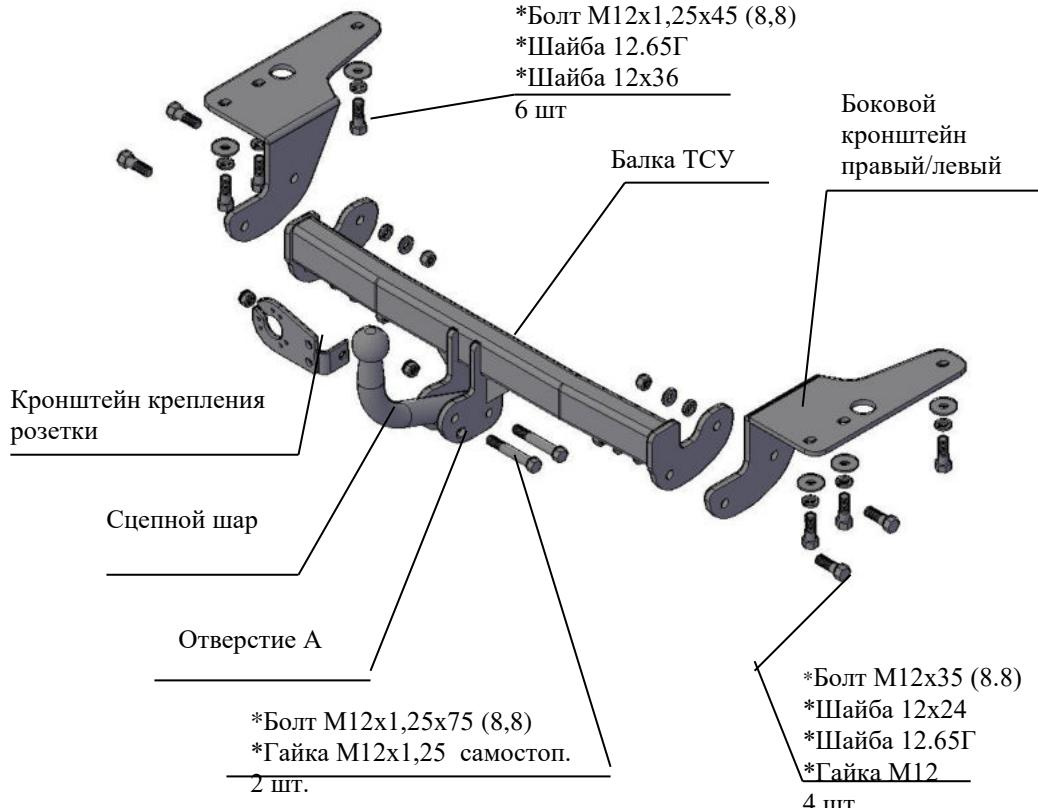

Рис.1 Тягово-сцепное устройство 7840.
2.1 ТСУ 7840 в сборе (рис.1)
2.2 Пакет с комплектующими (см. рис.1)
4.3 Закрепить боковые кронштейны ТСУ, правый и левый соответственно рис.1, (и при необходимости буксировочную проушину) к нижним полкам